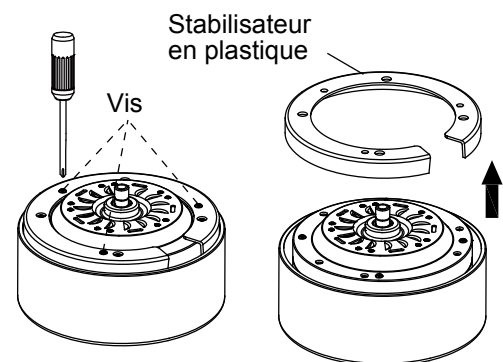

Fig. 7
Étape 5. Retirez et jetez les trois vis qui fixaient le stabilisateur en plastique au dessous du boîtier du moteur. Retirez et jetez le stabilisateur en plastique. (Fig. 7)